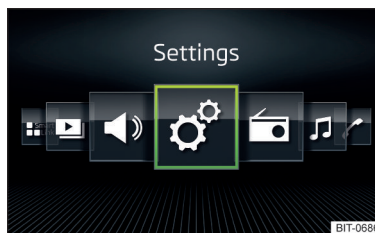

Fig. 142
- Selectați opțiunea **Afișare rastru** » fig. 141 sau **Afișare orizontală** » fig. 142.